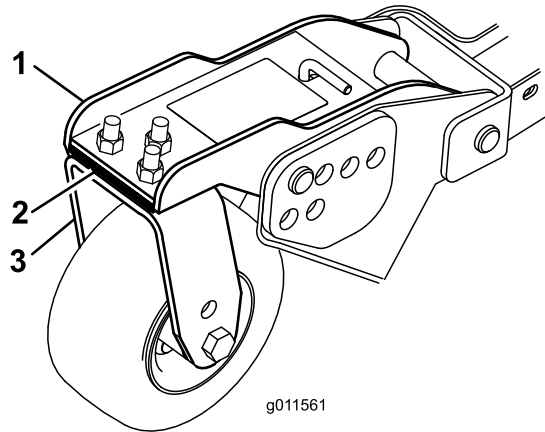

Bild 123
1. Entfernen Sie die Kopfschrauben und Muttern, mit denen der Laufradarm an der Laufradgabel befestigt ist (Bild 123).